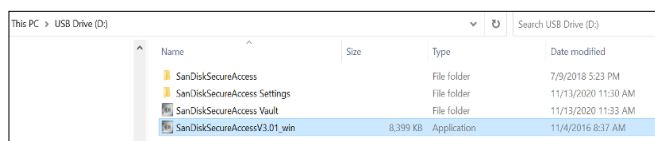

Figura 1: Folder protejat cu parolă de pe unitatea USB care conține instalatorul de software
- Conectați unitatea USB în oricare dintre porturile USB ale laptopului și deschideți conținutul în modul indicat mai jos. Dați dublu clic pe fișierul executabil din **Figura 1**.